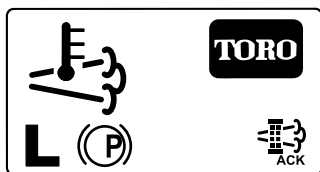

Figure 49
8. L'InfoCenter affiche l'écran d'accueil et l'icône de confirmation de la régénération (Figure 49) apparaît en bas à droite de l'écran pendant le processus de régénération.